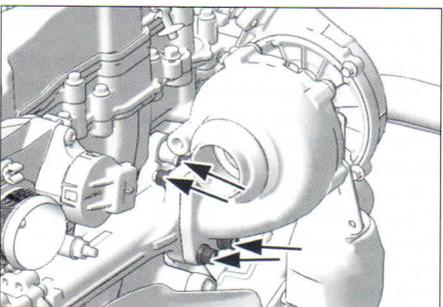

FIG.35
- las 4 tuercas de fijación del turbocompresor (**fig. 35**).